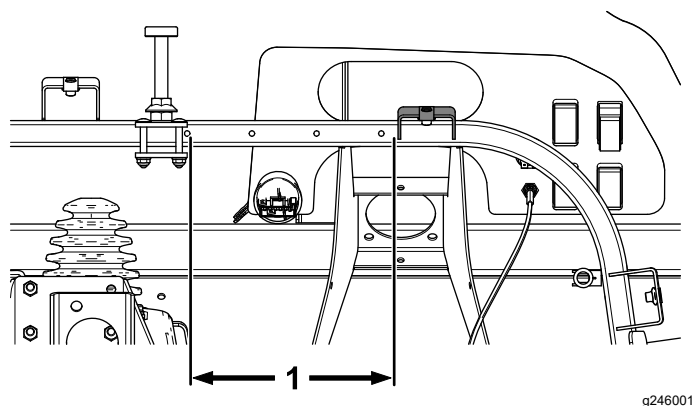

Рисунок 35
1. Отмерьте 20,7 см влево от нижней кромки кронштейна капота и отметьте эту точку (Рисунок 35).